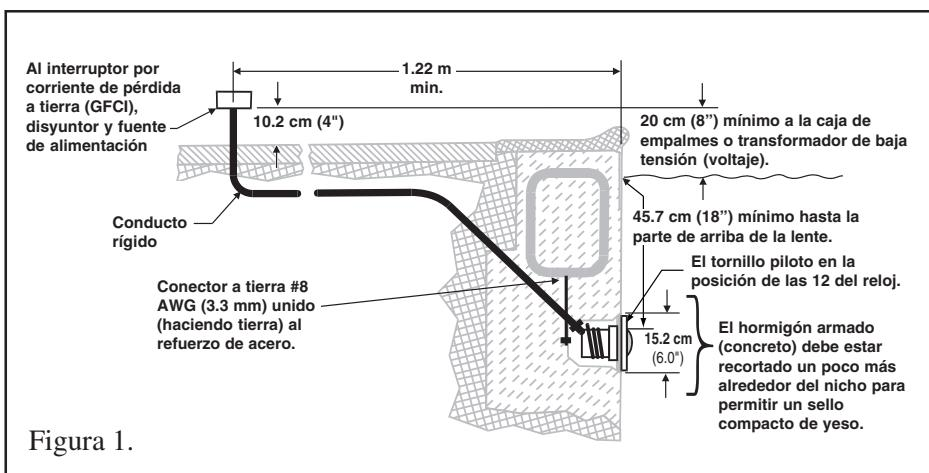

Figura 1.
A. Antes de instalar el accesorio portalámparas, el electricista debe haber completado los siguientes pasos de preparación, ver la figura 1.
- b. La caja de conexiones (o, para los modelos de 12 voltios, el transformador de bajo voltaje) debe estar colocada al menos a 20 centímetros (8 pulgadas) sobre el nivel del agua y debe estar colocada al menos a 10 centímetros (4 pulgadas) sobre el nivel de tierra al menos un metro veintidós centímetros (48 pulgadas) del borde de la piscina, vea la figura 1.
- d. El nicho en húmedo debe estar correctamente instalado de manera que el tornillo piloto se encuentre en la posición de las 12 del reloj y que el borde superior del lente de la lámpara subacuática se encuentre a un mínimo de 45.7 cm (18 pulgadas) por debajo de la superficie del agua de la piscina; vea la figura 1.
- e. El nicho mojado está unido eléctricamente en la forma correcta y conectado a tierra a través del conector a tierra Núm. 8 AWG (3.3 mm) ubicado en la parte trasera del nicho, vea la figura 1.
1. Pasar el cordón a través del tubo para paso de cables eléctricos a la caja de conexiones, dejar un mínimo de 1.22 metros (4 pies) de cable en el portalámparas para enrollar alrededor de la luz; ver figura 1. Este metro y veintidós centímetros (4 pies) de cable alrededor de la luz permitirán darle servicio cuando la piscina ya esté llena de agua.
- La caja de conexiones (o, para los modelos de 12 voltios, el transformador de bajo voltaje) debe estar colocada al menos a 20 centímetros (8 pulgadas) sobre el nivel del agua y debe estar colocada al menos a 10 centímetros (4 pulgadas) sobre el nivel de tierra al menos un metro veintidós centímetros (48 pulgadas) del borde de la piscina, ver figura 1.
- El nicho está unido eléctricamente en la forma correcta y conectado a tierra a través del conector a tierra Núm. 8 AWG ubicado en la parte trasera del nicho, ver figura 1.